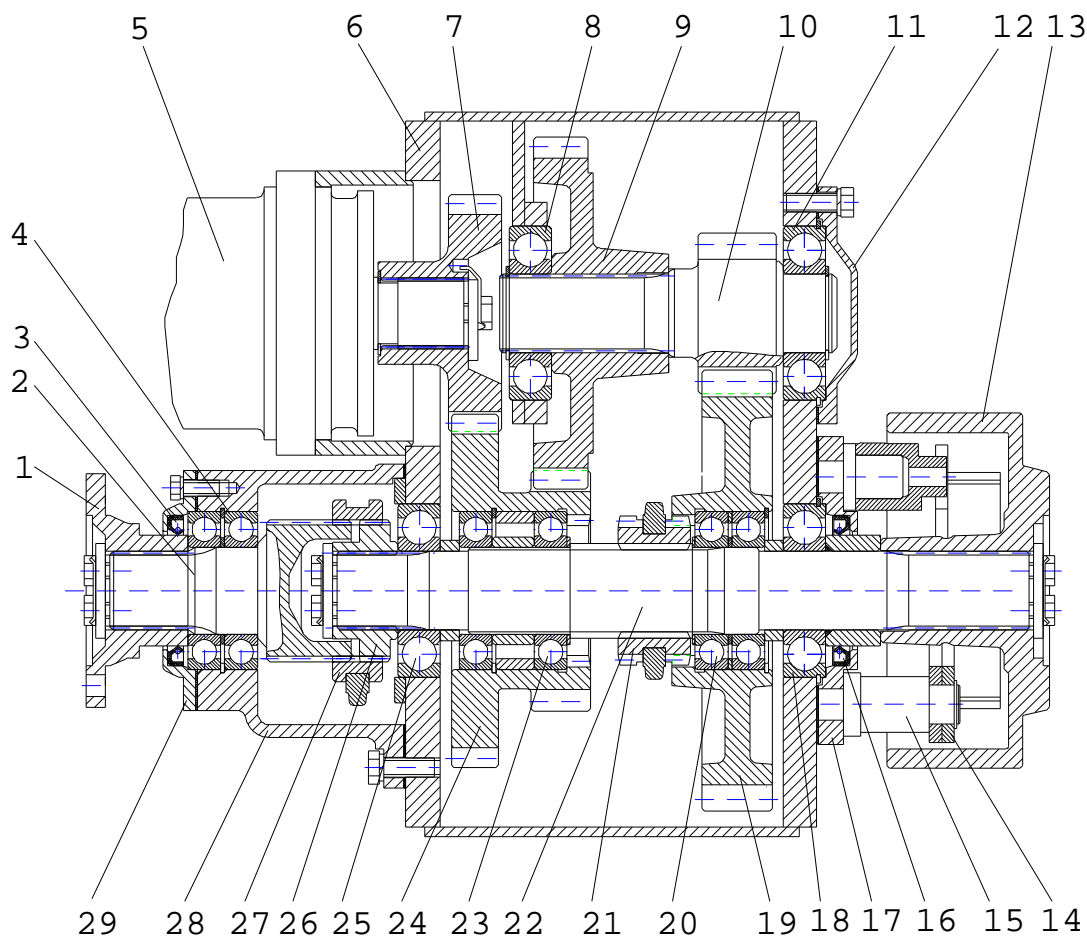
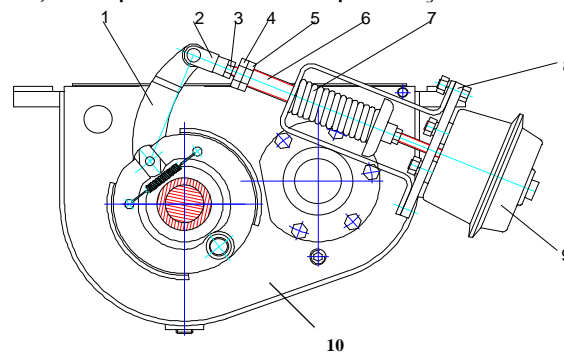

Рис. 23 Коробка перемены передач
Рис. 24 Стояночный тормоз
1.2. КОРОБКА ПЕРЕМЕНИ ПЕРЕДАЧ (РИС. 23)
Шестерня 7 (рис. 23), закрепленная на выходном валу гидромотора 5, передает крутящий момент шестерни 21. Шестерня 24, установленная на подшипниках 23 на валу 22 вторым наружным зубчатым венцом, находится в постоянном зацеплении с шестер-
Стояночный тормоз крепится к корпусу 10 (рис. 24) на кронштейне 8. При отсутствии давления в пневмокамере
9 пружина 7 прижимает колодки рычагом 1 к тормозному шкиву 13 (рис. 23) – тормоз включен. На рис. 19 тормозной шкив не показан. Давление воздуха, поданное в пневмокамеру 9 (рис. 24), выдвигает шток 6, который поворачивает рычаг 1, в результате чего колодки отходят от тормозной поверхности шкива, и тормоз выключается.